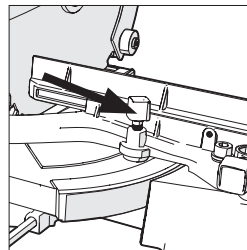

Abb. 20
- Lösen Sie die Verriegelungsschraube für die Gehrung (**Abb. 20**), indem Sie sie entgegen dem Uhrzeigersinn drehen.